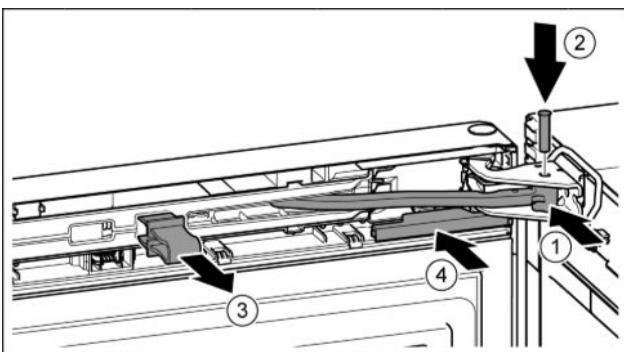

Fig. 24
- ▶ Tourner l'articulation dans le support de palier. *Fig. 24 (1)*
- ▶ Introduire le boulon dans le support de palier et l'articulation. Veiller à ce que l'ergot d'encliquetage repose correctement dans la rainure. *Fig. 24 (2)*
- ▶ Enlever l'arrêt. *Fig. 24 (3)*
- ▶ Enfiler le cache. *Fig. 24 (4)*